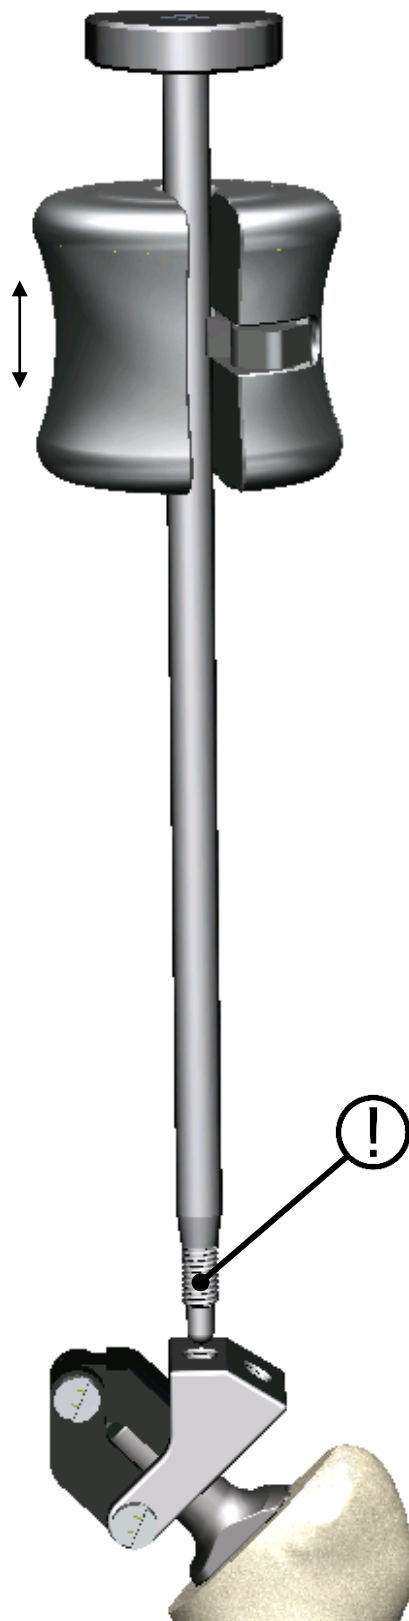

Abbildung 4: Schaft-Repositionierer mit Extraktorstab M8 und modularem Schlaggewicht in notwendiger Ausrichtung zum Implantat
- *Modulares Schlaggewicht* mit dem *Extraktorstab M8* verbinden (Abbildung 4).